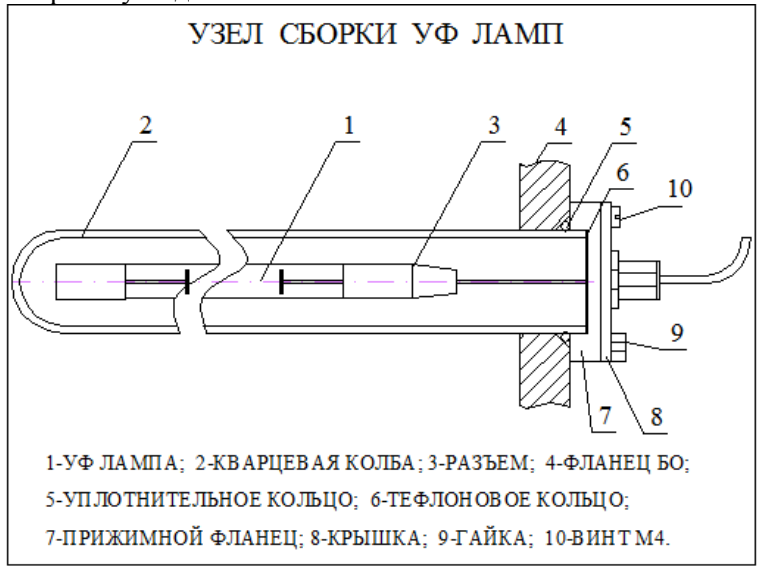

Рис. 2 Узел сборки ламп
4.2. На рис.2 представлен узел сборки УФ лампы. Гидроизоляцию кварцевого кожуха -2 в корпусе БО обеспечивает уплотнительная прокладка круглого сечения 5, поджатая с помощью трех гаек -9 фланцем 7. Винты -10 прижимают крышку -8 для извлечения УФ лампы.
6.4. При обнаружении протечки подожмите уплотнительную прокладку (5 на рис.2).
12.3. Отвинтите три винта М4 (10) и отведите в сторону крышку с прорезями 8 (рис.2).